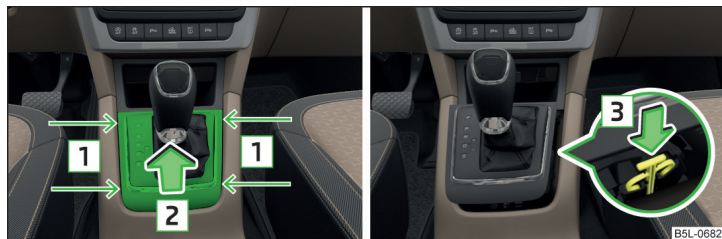

Fig. 188 Retirar la tapa / desbloquear la palanca selectora
- Introduzca un destornillador plano o una herramienta similar en la ranura en el área de la flecha **1** » fig. 188 y suelte la tapa en el sentido de la flecha **2**.